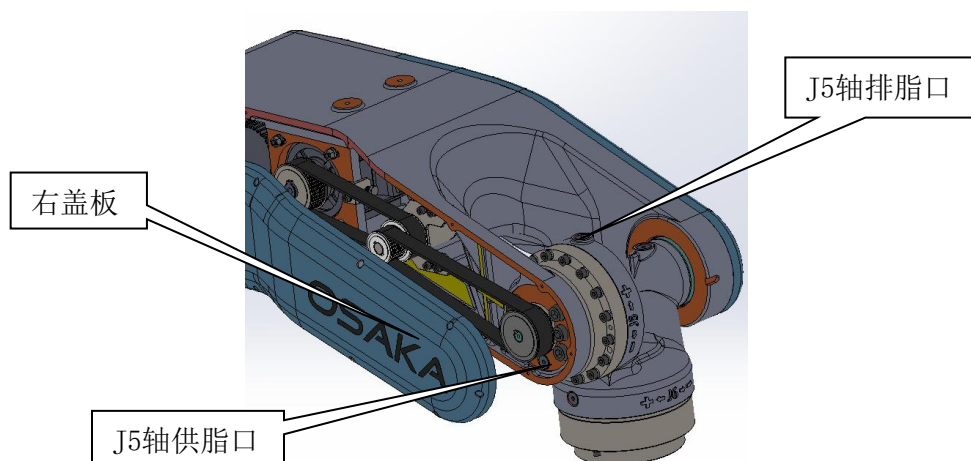

图3.4
- 3) 移去手腕体（J5轴）润滑油供油口的内六角螺塞 M10X1，见图 3.4。